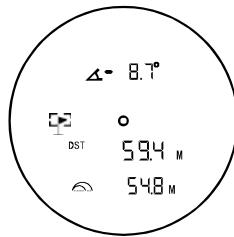

Рисунок 4
**Захват флагштока.** В режиме корректировки траектории нажмите и удерживайте кнопку ВКЛЮЧЕНИЯ/ИЗМЕРЕНИЯ в течение 3 секунд, затем немного поддвигайте прибор вправо и влево, пока расстояние до флагштока не будет определено и показано на дисплее (рис. 4). После захвата флагштока прибор начнет вибрировать.